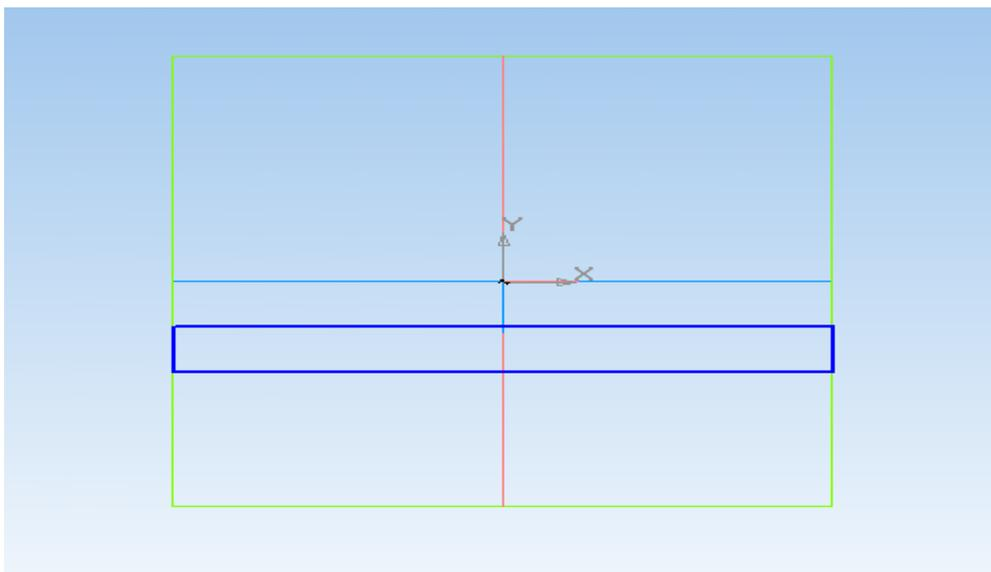

Рис. 8
7. Вы перейдёте в режим редактирования эскиза. Создайте часть будущей детали как показано на **рис. 8** (размеры для будущей детали - произвольные).